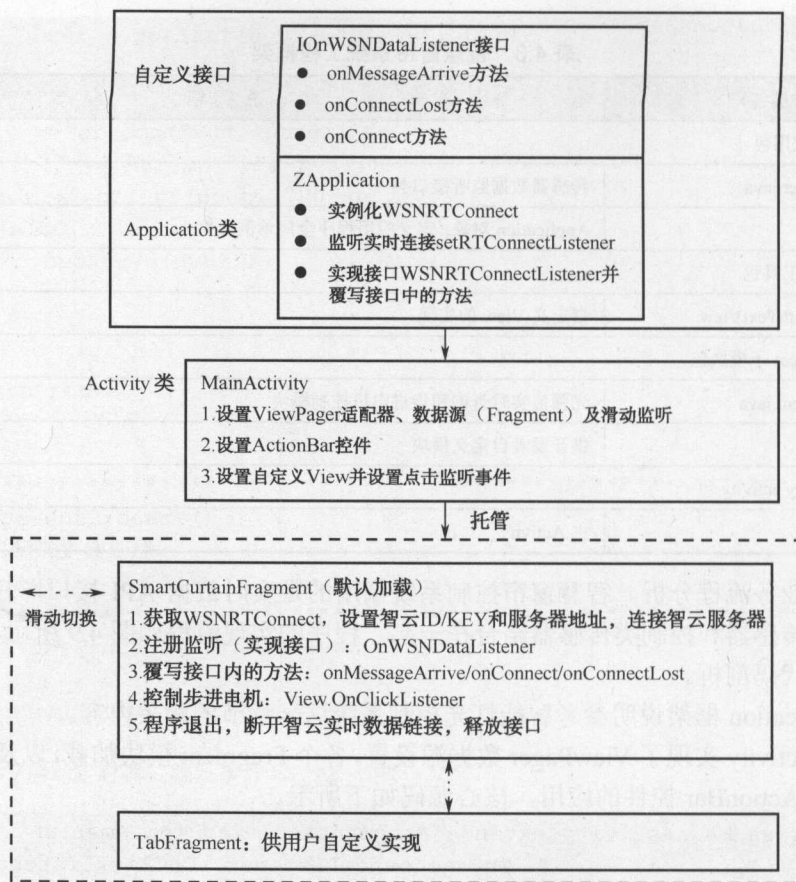

图 4.9 窗帘控制系统程序实现流程
(2) 程序业务流程分析。智慧窗帘控制系统调用的是实时数据 API 接口，相比第 2 章，只是将采集类传感器和控制类传感器结合在一起，程序的实现流程如图 4.9 所示。
(3) 程序代码剖析。
① ZApplication 框架说明参考智能灯光控制系统这一章节的相关内容。
② MainActivity 实现了 ViewPager 数据源设置，各个 Fragment 模块加载，以及自定义 View 的单击事件和 ActionBar 控件的应用，核心源码如下所示。